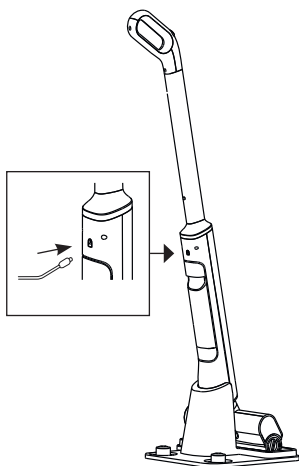

Fig.2
- Ahora inserte el mango en el cuerpo, hasta que el pasador llegue al agujero, haga "click" y encaje en el mango. (Fig.2)